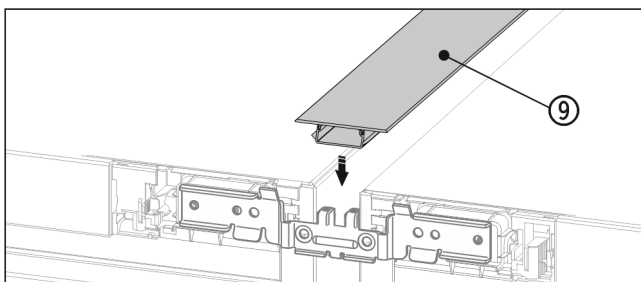

Fig. 21
- Sul lato superiore premere il listello superiore Fig. 21 (9) corto nella fessura orizzontale.